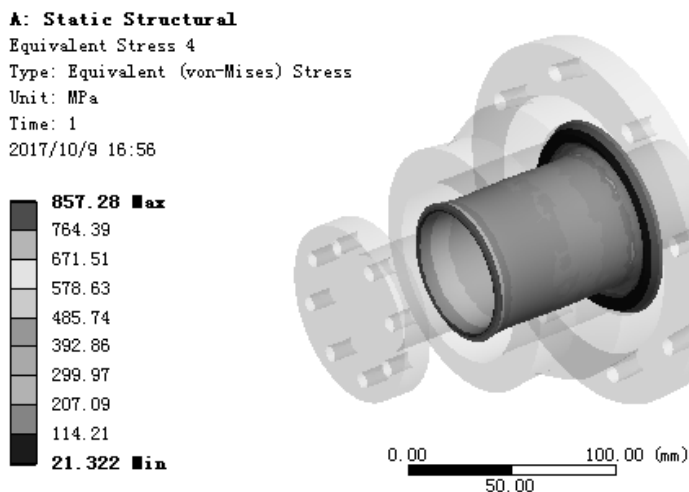

图 9.6.22 应力结果图解 (shaft_bush)
(6) 查看 shaft_bush 零件应力结果图解。在“Outline”窗口中选中 Equivalent Stress 4，查看图 9.6.22 所示的零件 shaft_bush 的应力结果，其最小应力为 21.322MPa，其最大应力为 857.28MPa。